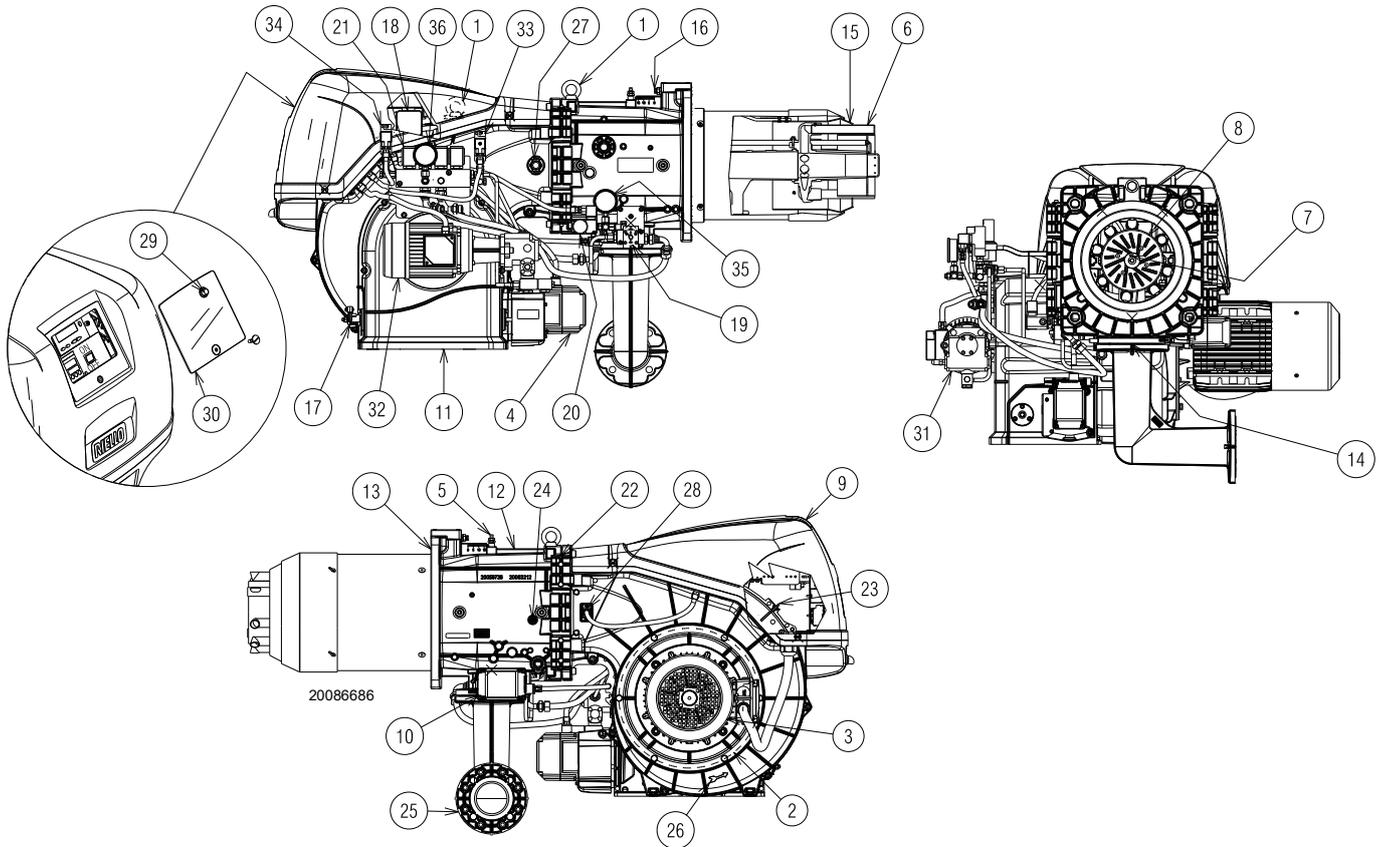

Fig. 4
- (1) Condiciones de referencia: Temperatura ambiente 20 °C - Temperatura del gas 15 °C - Presión barométrica 1.013 mbar - Altitud s.n.m. 0 m.
- (2) Presión en el conector hembra del presostato 5)(Fig. 4 en la pág. 13) con presión cero en la cámara de combustión y a la potencia máxima del quemador.
- (3) Presión sonora medida en el laboratorio de combustión del fabricante, con quemador en funcionamiento en caldera de prueba, a la potencia máxima. La potencia sonora se mide con el método "Free Field", previsto por la Norma EN 15036, y según una exactitud de medida "Accuracy: Category 3", como se describe en la Norma EN ISO 3746".